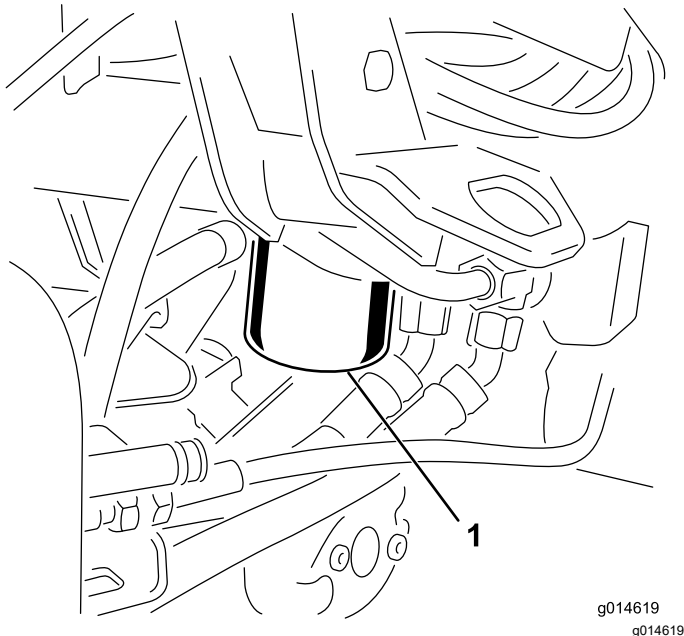

Figura 47
1. Limpie la zona de montaje del filtro (Figura 47). Coloque un recipiente debajo del filtro y retire el filtro.